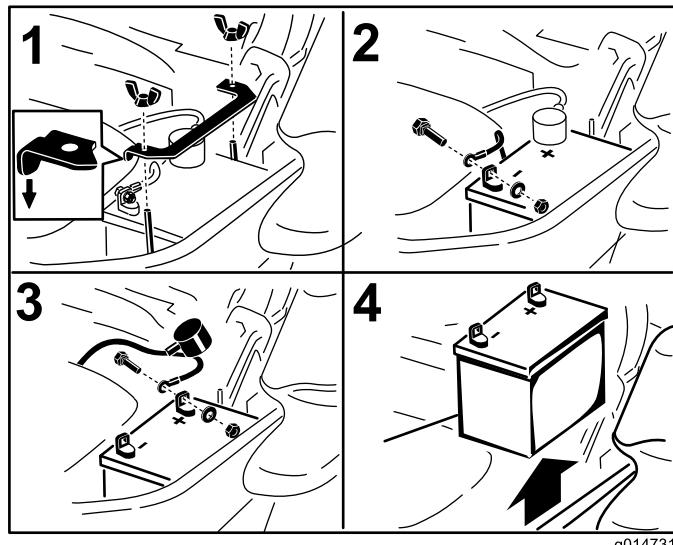

Figura 46
3. Primero desconecte el cable negativo (negro) del borne negativo (Figura 46–) (negro) de la batería (–).
4. Retire la cubierta de goma roja del borne positivo (rojo) de la batería y retire el cable positivo (+) (rojo) (Figura 46).
5. Retire la tuerca de orejeta que sujetla la abrazadera de la batería (Figura 46).
6. Retire la abrazadera (Figura 46).
1. Coloque la batería en la bandeja, con los bornes frente al depósito de aceite hidráulico (Figura 46).
4. Fije los cables con 2 pernos, 2 arandelas, y 2 contratuerca (Figura 46).
6. Instale la abrazadera y sujetela con la tuerca de orejeta (Figura 46).